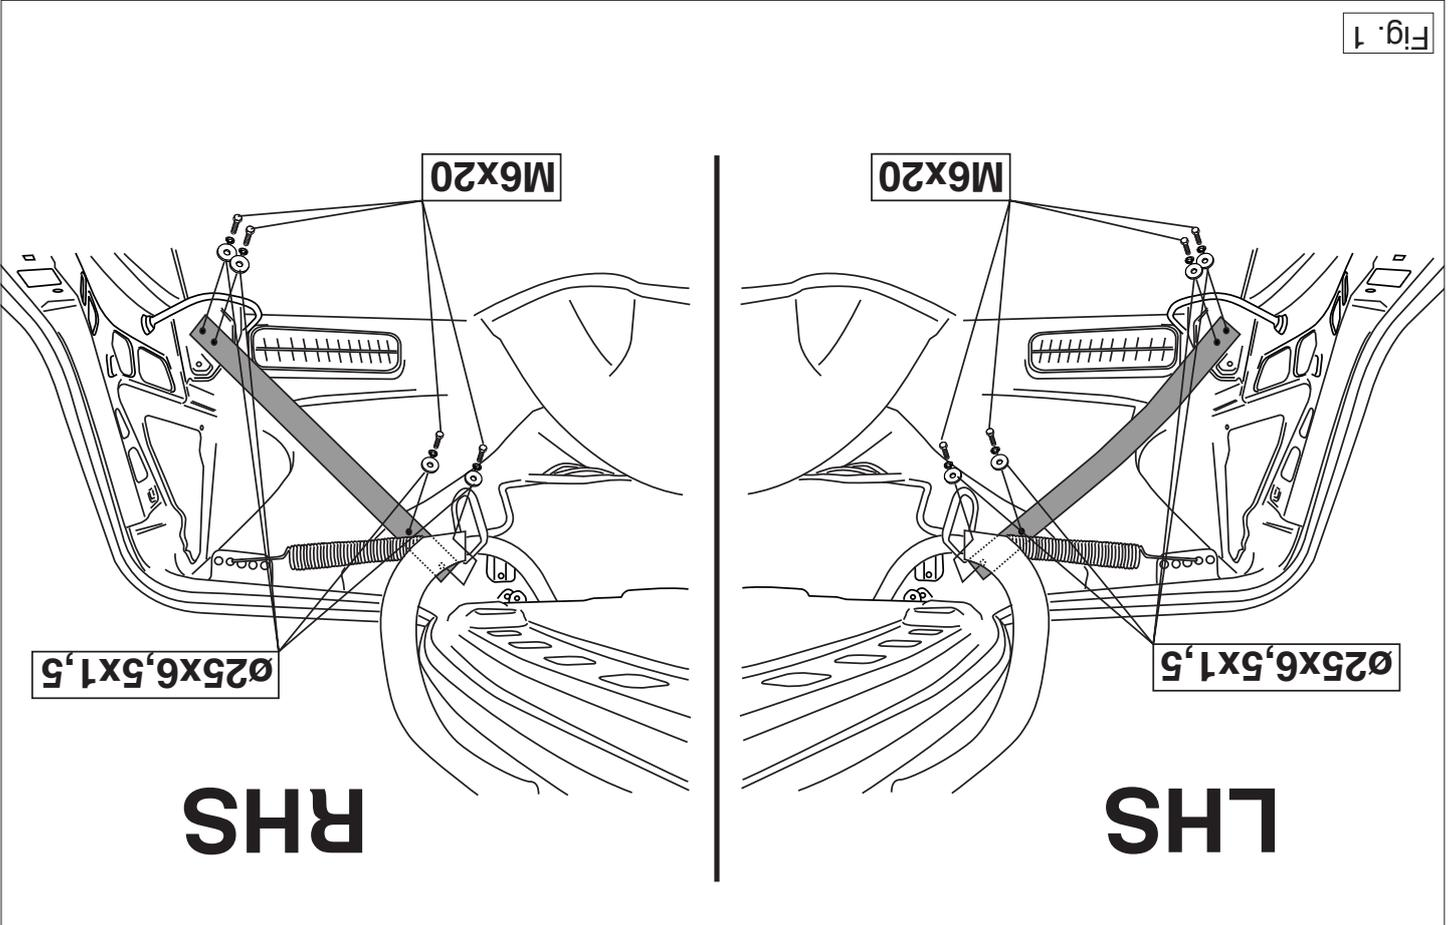

Fig. 1
3. Monteer de steunen G en H. Zie fig. 1.
**Als de meegeleverde verstevigingsbeugels, (zie fig. 1), niet passen dient men de originele verstevigingsbeugels LHS (A 211 639 03 43) en RHS (A 211 639 04 43) bij een Mercedes Benz filiaal te bestellen!**
3. Fit supports G and H. See fig. 1.
If the reinforcement brackets provided (see fig. 1) do not fit, you should order the original LHS (A 211 639 03 43) and RHS (A 211 639 04 43) reinforcement brackets from a Mercedes Benz outlet.
3. Die Halterungen G und H montieren. Siehe abb. 1.
Wenn die mitgelieferten Verstärkungsbügel (siehe Abb. 1) nicht passen, müssen die Originalverstärkungsbügel LHS (A 211 639 03 43) und RHS (A 211 639 04 43) bei einer Mercedes Benz-Filiale bestellt werden!
3. Monter les supports G et H. Voir la fig. 1.
10. Placer les deux blocs de mousse PE en guise de colmatage et boucher les parties indiquées (voir la fig.1).
**Si les fixations de renfort fournies (voir fig. 1) ne sont pas adaptées, il faudra commander les fixations de renfort d'origine LHS (A 211 639 03 43 )**
3. Montera stagen G och H. Se fig. 1.
9. Placera de två PE-skumblocken som distanshållare och tillslut delarna enligt figuren (se fig. 1).
Jeżeli zat ącone ramiona wspomagające (patrz rys. 1) nie będą pasować, należy zamówić w firmie Mercedes-Benz oryginalne ramiona wspomagające LHS (A 211 639 03 43) i RHS (A 211 500 06 93)!